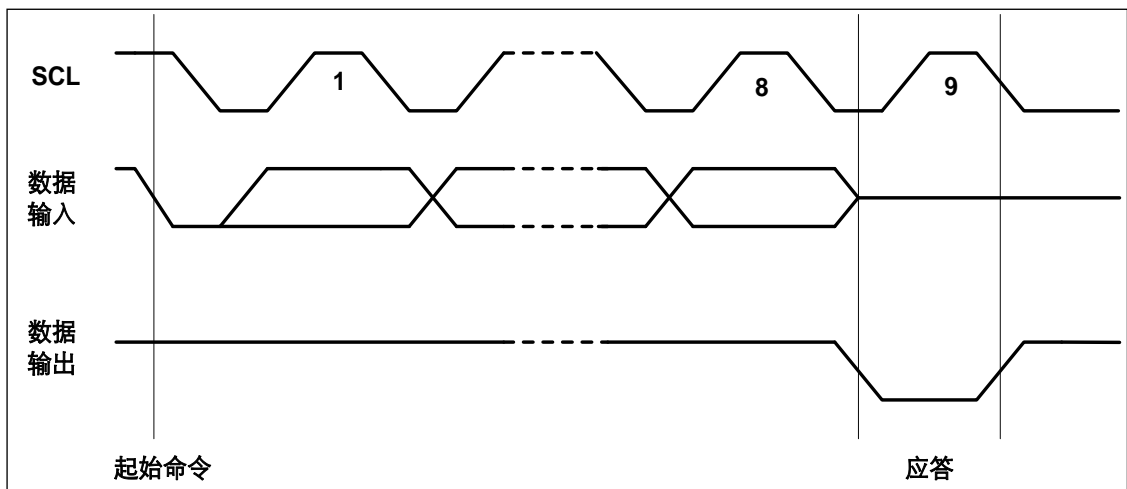

图 12-5 输出应答(ACK)
**输出应答:** SDA 上的数据都是以 8 位为一组串行输入和输出的, MSB 先发, 接收方在收完每个字节后应当第 9 个周期回发一个响应位(以下简称 ACK), ACK 的时钟由主机提供。发送方在 ACK 期间悬空 SDA, 接收方须将 SDA 拉低, 确保 ACK 时钟高电平期间 SDA 为低, 形成有效的 ACK 信号(参见图 12-5)。